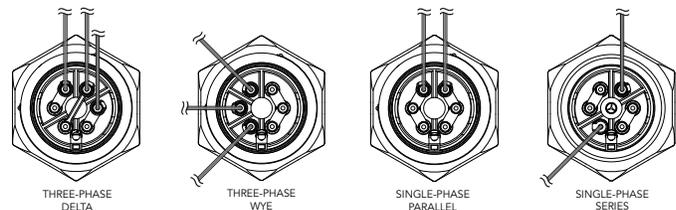

图 17. 加热元件跳线配置。替换元件可能是不同的跳线配置。
2. 关闭隔离阀。从加热水箱 (E) 中排出液体。参阅部分4.2.4。
3. 从加热元件检修入口外壳上取下盖子 (A)。
4. 请注意设备的跳线配置。参阅图 17。**注意！**元件在出厂时已配置。在元件重新组装期间保留原来的跳线位置。改变元件配置或跳线位置可能会导致加热系统故障。
6. 从导管连接器入口 (H) 拧下电缆密封套 (F)。从加热元件上拆下电缆和电线。参阅图 17。
7. 松开 V 形夹螺母以卸下 V 形夹 (C)。如图所示将加热元件滑出水箱。
8. 更换加热元件 (G) 或执行必要的清洁步骤。在固定 V 形夹之前，确保 O 形圈 (D) 完好无损并就位。